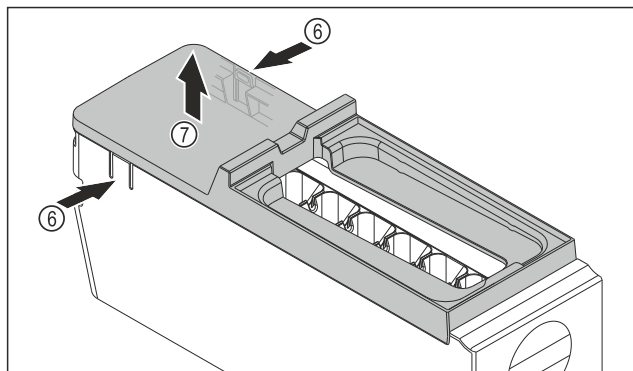

Fig. 112
- ▶ Snemite pokrov glavnega dela EasyTwist-Ice: Spone Fig. 112 (6) na obeh straneh glavnega dela EasyTwist-Ice pritisnite z eno roko.
- ▶ Pokrov Fig. 112 (7) z drugo roko dvignite in odstranite.